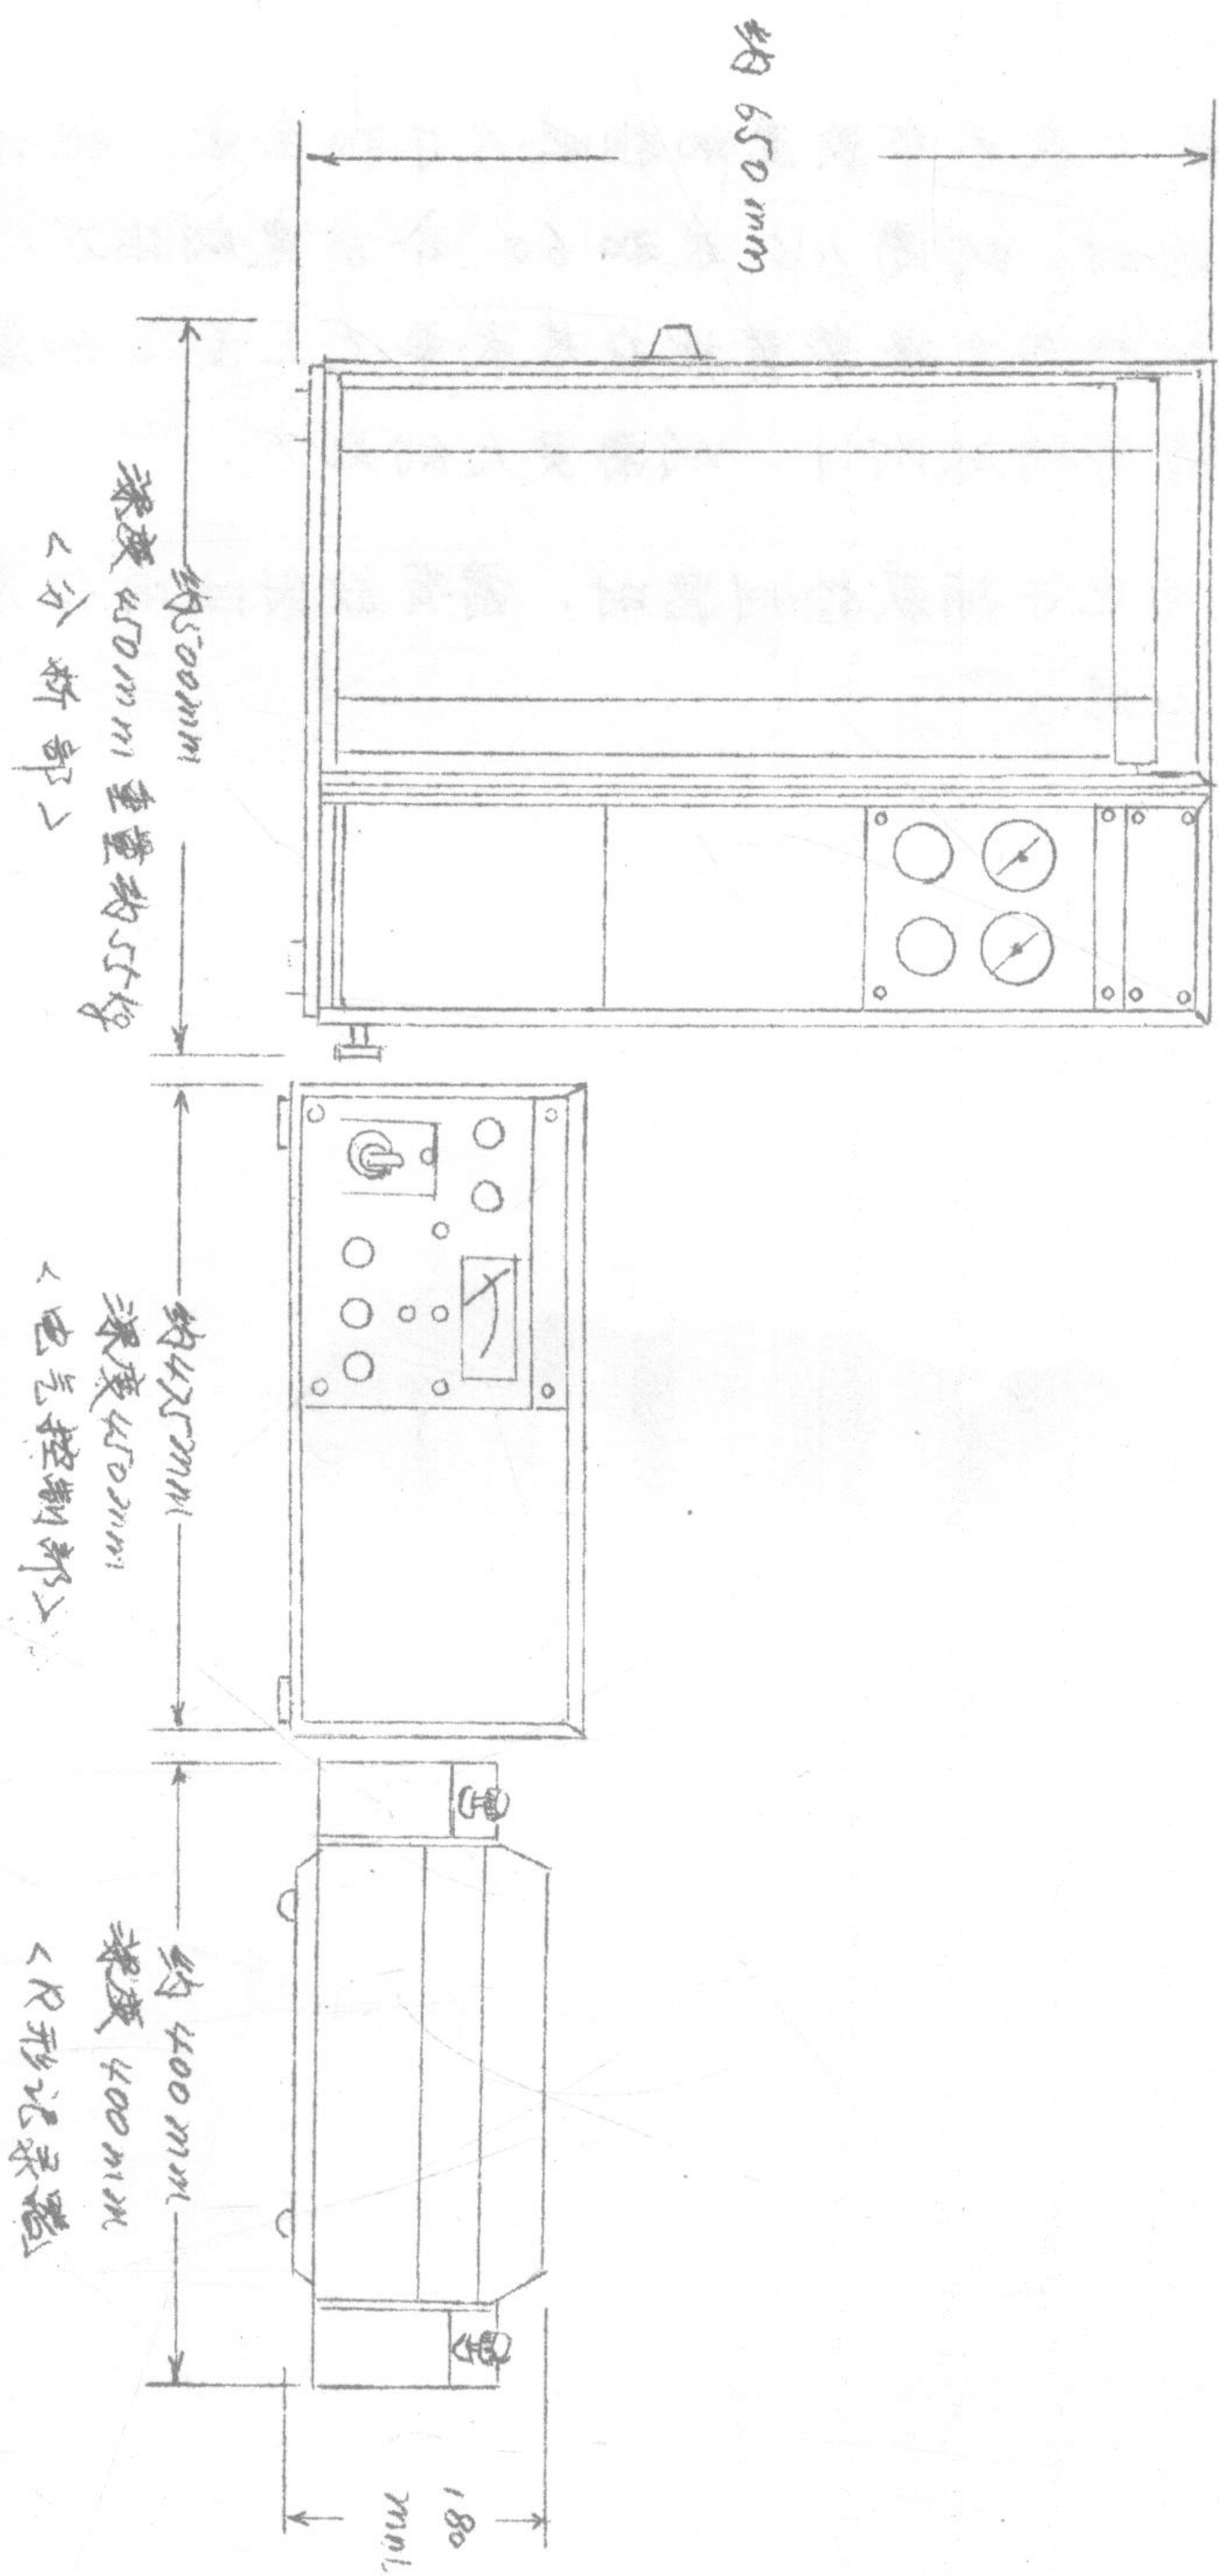

图 1 GC-5A 的外形尺寸
(2) 图1表示本装置的粗略尺寸和重量。把记录器放在本装置的旁边时，约需1.5米和60公分宽的地方。如用GC—5AP，就把程序升温装置放在基本单元上面，如要往仪器上附装自动制备等特殊附件，则需更大的地方。
1.3.8 外部尺寸 见图1